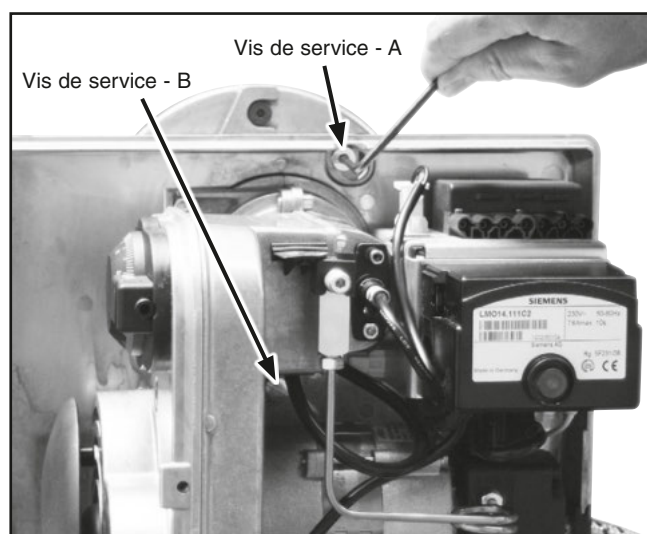
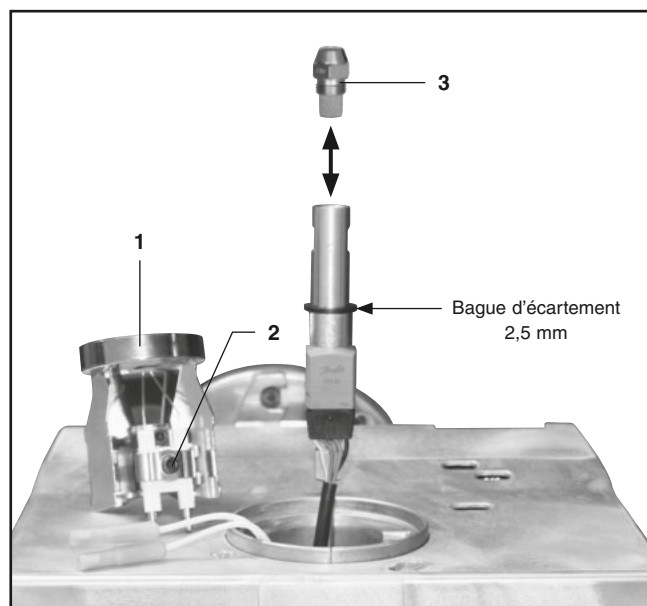

Figure 8
Figure 9
A l'aide d'une clé à six pans creux de 4 mm, desserrer la vis de service **A** d'1/2 tour et la vis de service **B** à l'aide d'un tournevis plat (Cf. fig. 8). Tourner le brûleur vers la gauche et le retirer du gueurard. Mettre ensuite le brûleur dans la position de service (Cf. fig. 9).
- A l'aide d'une clé à six pans creux de 4 mm, dévisser la vis (2) et retirer l'accrocheur de flamme (1) (Cf. fig. 9).
- Choisir le gicleur (3) qui convient à la puissance nécessaire (voir tableau page 9)
- Retirer le gicleur (3) installé et visser le nouveau gicleur (Cf. fig. 9).